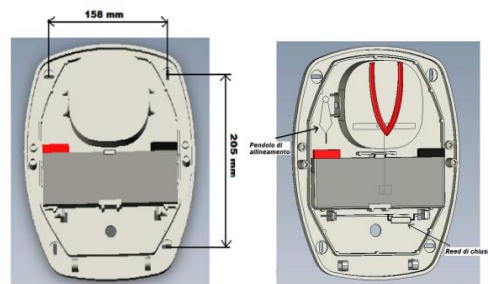

FIG. 1: Posizione dei fori a parete e del pendolo
3. Fissare la base a muro attraverso i fori di fissaggio. Utilizzare il pendolo posto all'interno della sirena per installare la stessa verticale (FIG.1).